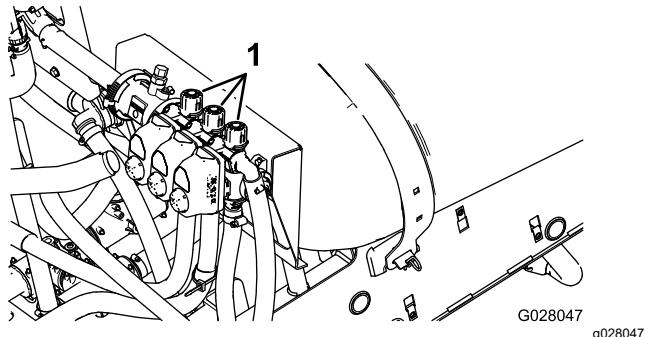

Figure 85
- Désactivez la section gauche et réglez le bouton de dérivation de la section gauche (Figure 85) jusqu'à ce que la pression indiquée corresponde à celle réglée précédemment (généralement 2,75 bar).
- Réglez la vanne de dérivation de la section droite (Figure 85) jusqu'à ce que la pression indiquée corresponde à celle réglée précédemment (généralement 2,75 bar).
- Réglez la vanne de dérivation de la section centrale (Figure 85) jusqu'à ce que la pression indiquée corresponde à celle réglée précédemment (généralement 2,75 bar).